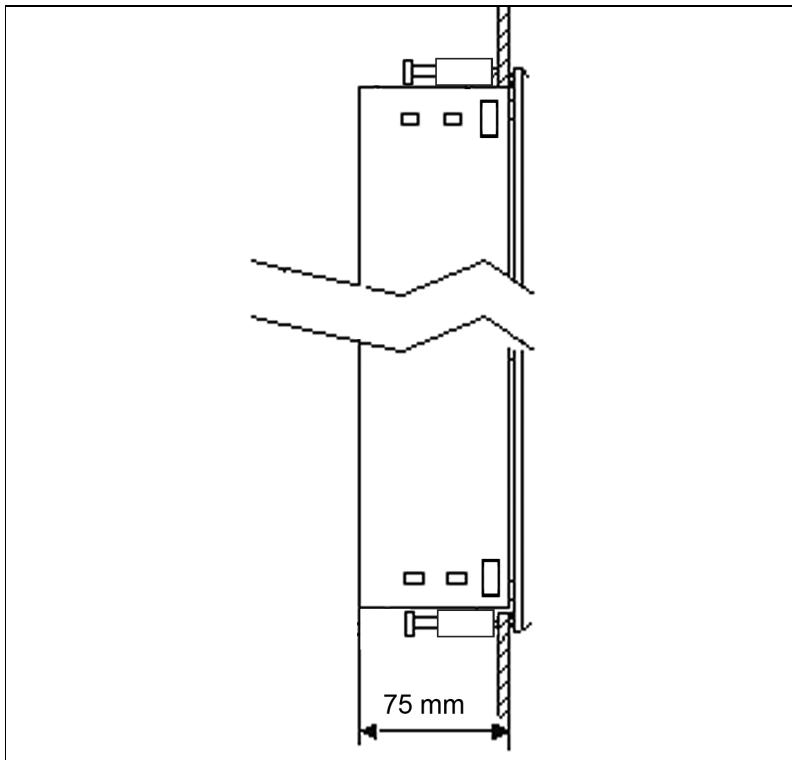

Abb. 3.2: Montageskizze REDIS 2015-WN
- => Montieren Sie das Bediengerät mit den Befestigungselementen gemäß der Montageskizze Abb. 3.2.